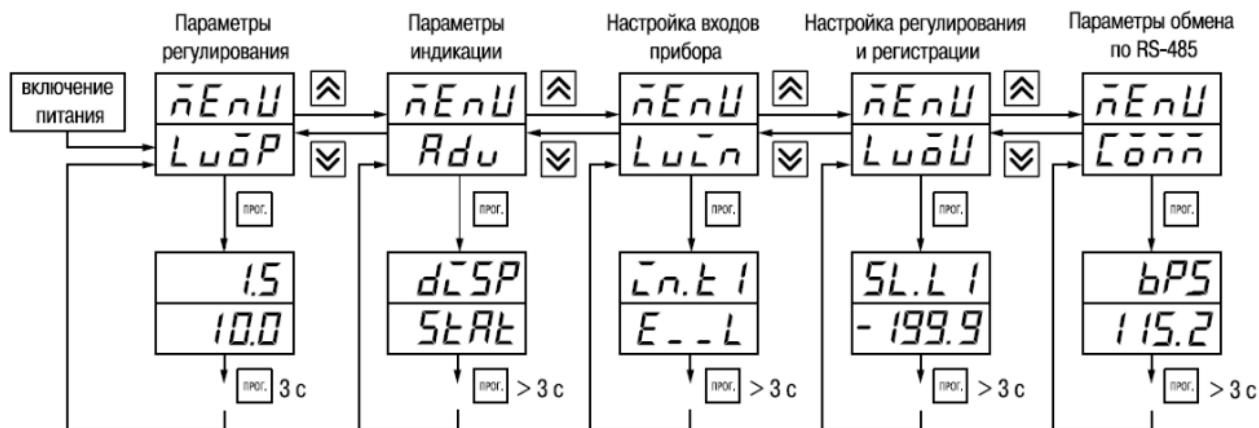

Рисунок 7.1
7.1.2 Основные параметры прибора TPM202 объединены в 5 групп *ЛюоП*, *Rdu*, *ЛуЛп*, *ЛуоД* и *Лооп*, составляющие меню прибора (рисунок 7.1).